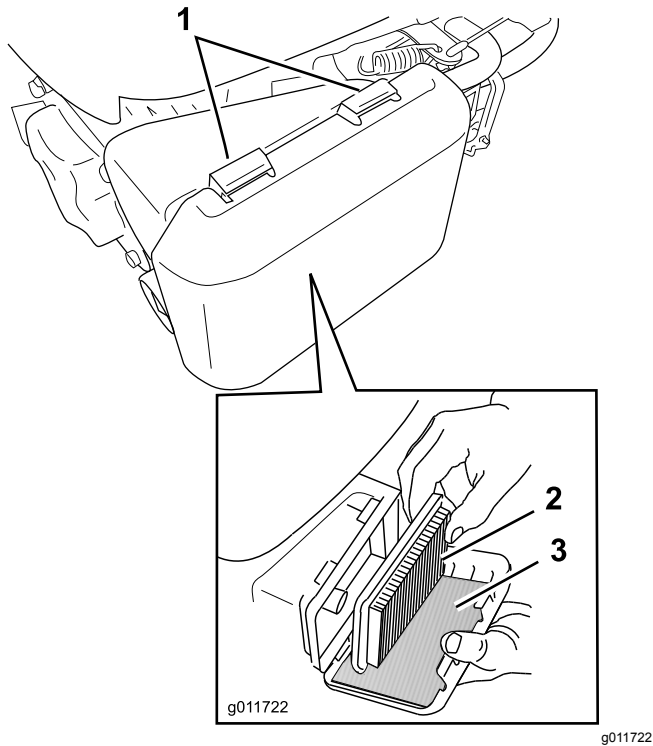

図 30
1. エアフィルタカバーの上部についているラッチのタブを押す 図 30。
3. ペーパーエアフィルタとスポンジ製プレフィルタを外す 図 30。